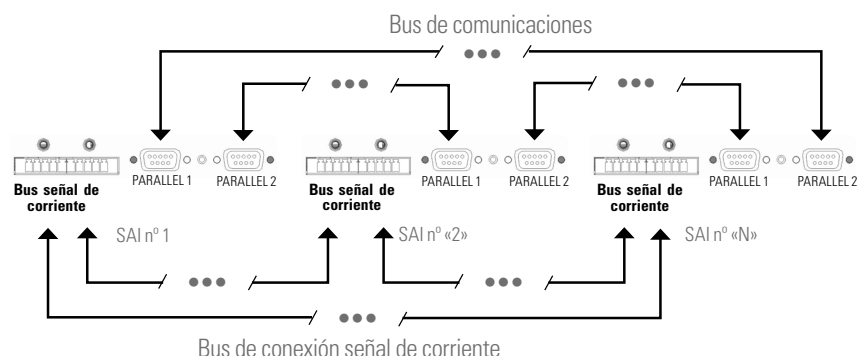

Fig. 67. Conexión bus de comunicación y señal de corriente.
- **Bus de señal de corriente.** Utilizar la manguera con conectores en los extremos para unir la señal de corriente entre equipos correlativos, tal y como se muestra en la Fig. 67. Finalmente, cerrar el bucle del bus entre el último equipo y el primero.